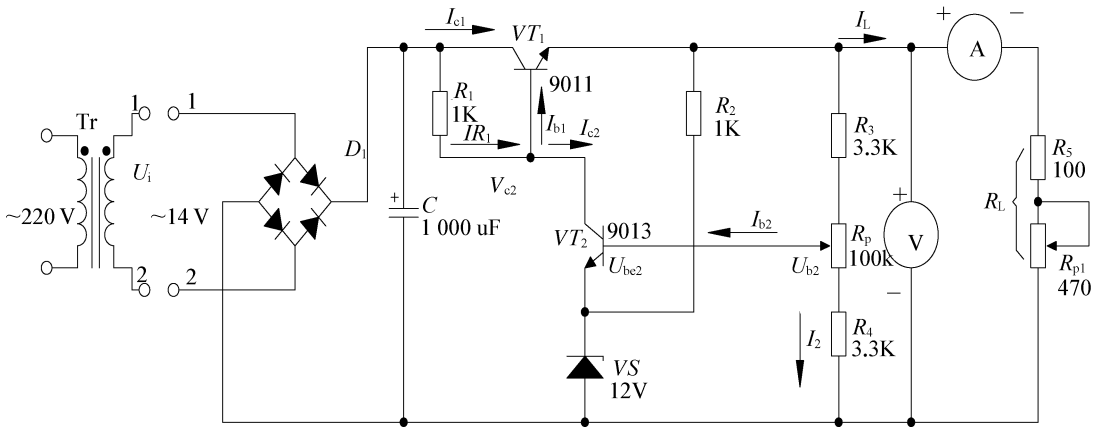

图 1-2-2 具有放大环节的串联型可调稳压电源电路原理图
(1) 具有放大环节的串联型可调稳压电源电路组成包括：调整部分(调整管  $VT_1$ )、取样电路( $R_3$ 、 $R_P$ 、 $R_4$ 组成的分压器)、基准环节(稳压管  $V_S$ 和  $R_2$ 组成的稳压电路)、比较放大级(放大管  $VT_2$ 等)。
(2) 如图 1-2-2 所示为一简单典型的具有放大环节的串联型可调稳压电源电路原理图。